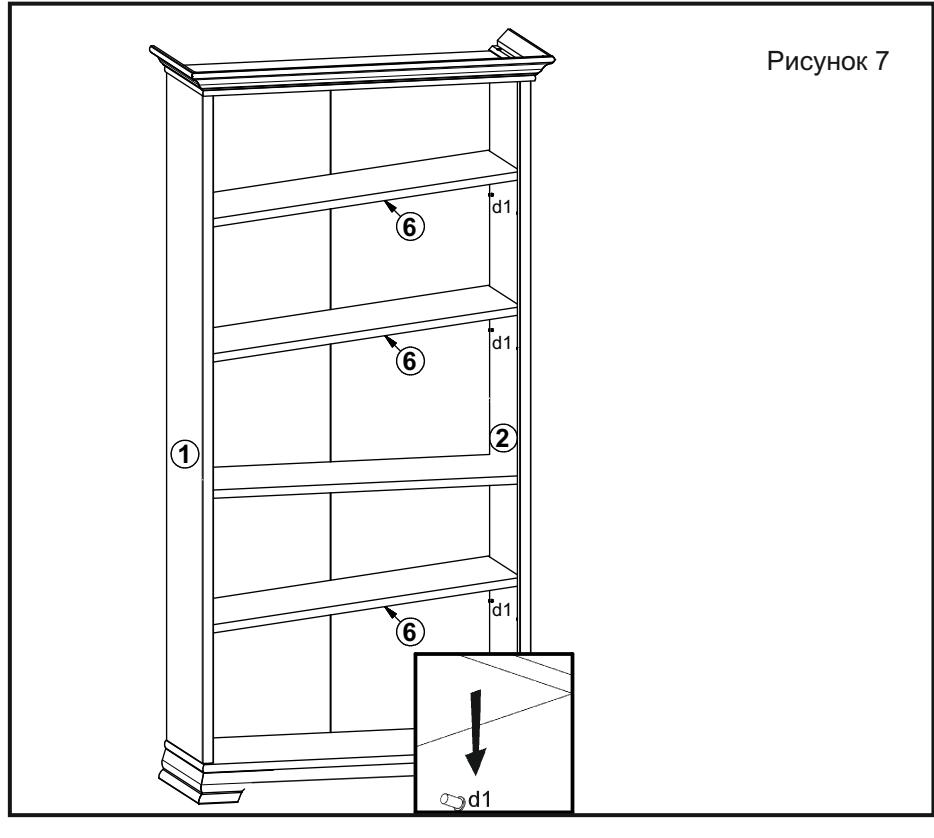

Рисунок 7
13. Установить полки переставные 6 на полкодержатели d1 (см.рис.7).